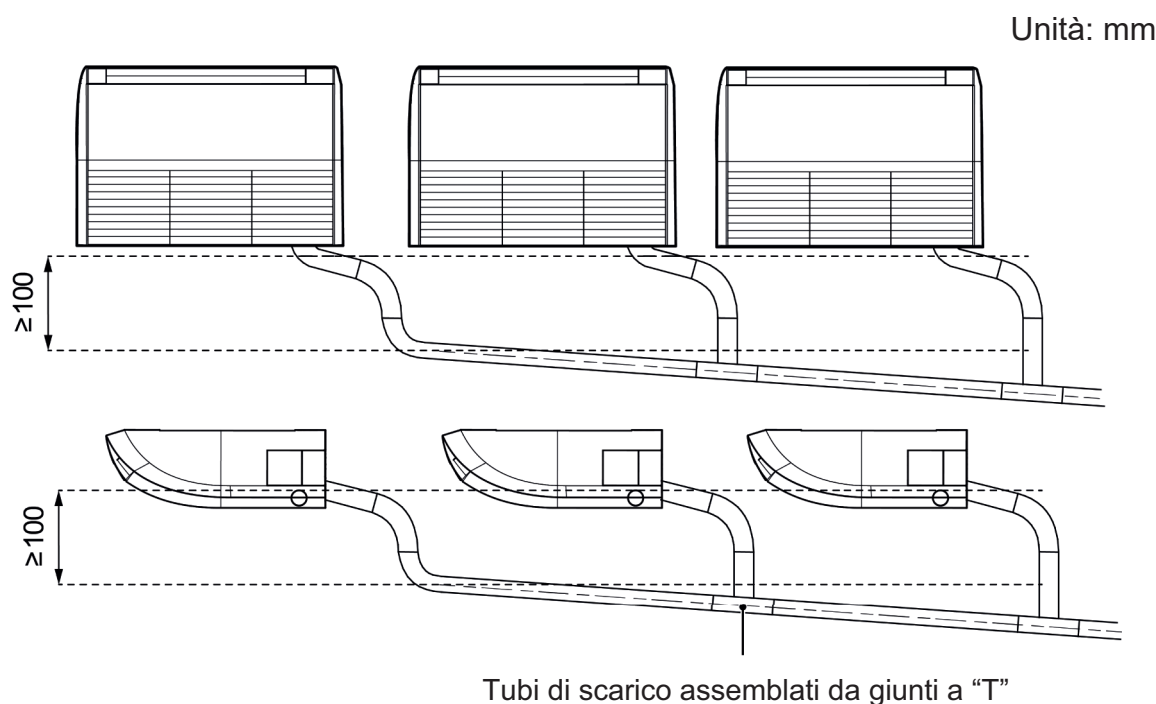

Fig. 4.3.2.1
- (1) Il diametro del tubo di scarico deve essere uguale o maggiore del diametro delle tubazioni frigorifere (tubo in PVC, diametro esterno 25 mm, spessore ≥ 1.5 mm).
- (2) Il tubo di scarico deve essere corto e deve avere una pendenza verso il basso di almeno 1%, per evitare la formazione di bolle d'aria.
- (3) Inserire il tubo di scarico nella presa di scarico e serrare saldamente la fascetta metallica.
- (4) Avvolgere il tubo di scarico e la fascetta metallica con materiale termoisolante.
- (5) Assicurarsi di eseguire il lavoro di isolamento su tutta la tubazione di scarico, per evitare la fuoriuscita di acqua dovuta alla formazione di condensa.
- (6) Applicare il diametro adatto per il tubo di scarico convergente in base alla potenza di funzionamento dell'Unità, come mostrato in Fig. 4.3.2.1.